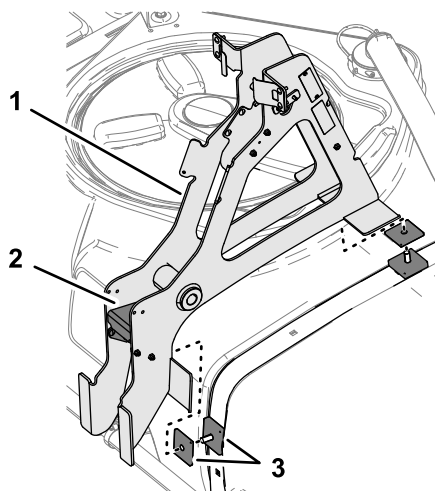

Рисунок 3
4. Установите 1 толстую квадратную проставку и 1 тонкую квадратную проставку на 2 ранее установленных каретных болта (Рисунок 3).
5. Снимите и сохраните 4 болта и гайки, которые крепят направляющую пластину к узлу основной опорной рамы (Рисунок 3).
6. Установите основную опорную раму на квадратные проставки и каретные болты, как показано на Рисунок 3.